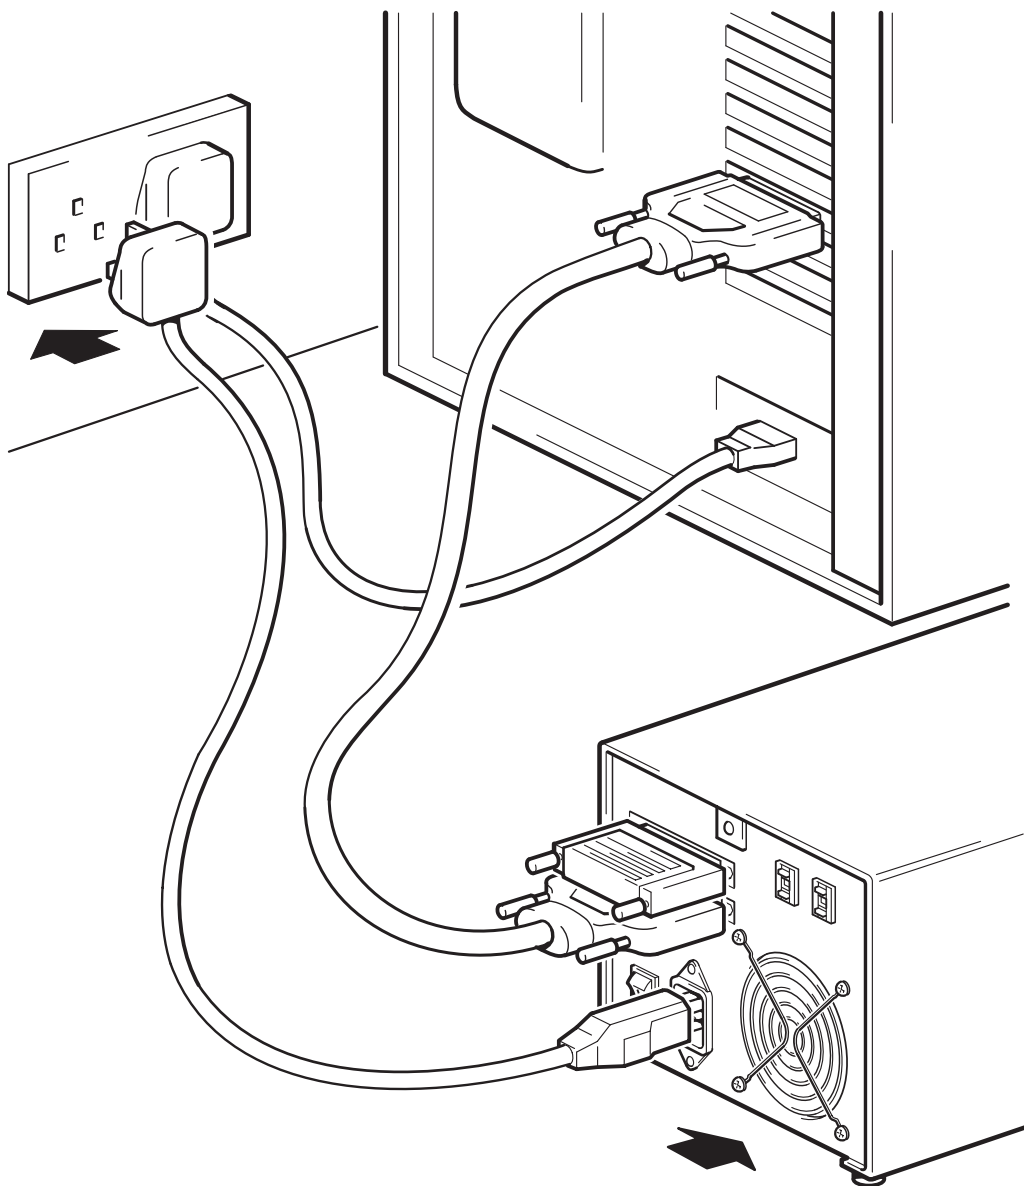

Figura 7: collegamento del cavo di alimentazione
- 2** Inserire saldamente il cavo di alimentazione nella presa posta sul pannello posteriore del caricatore (vedere la figura 7).